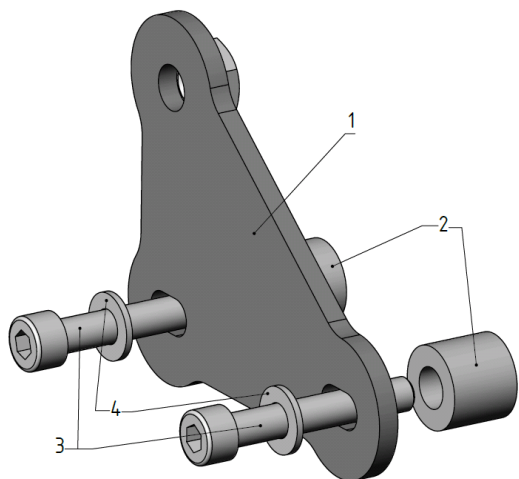
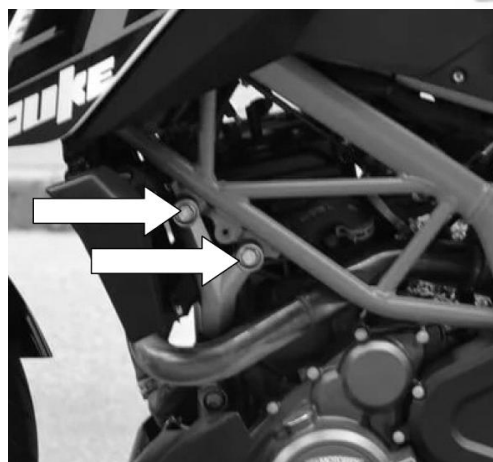

Рис.3. Сборка и монтаж кронштейна
Рис.4. Место монтажа кронштейна
1. Перед установкой клетки\дуг выкрутите 2 оригинальных винта с правой стороны мотоцикла (см. рис. 4) и установите монтажный кронштейн с помощью крепежа из таблицы 1 с использованием проставочных втулок. При установке кронштейна надо обратить внимание, что приварная гайка должна быть обращена к мотоциклу и кронштейн повернут таким образом, чтобы выступ пластины с гайкой был ориентирован к передней части мотоцикла (на рис. 3 показан ЛЕВЫЙ кронштейн)